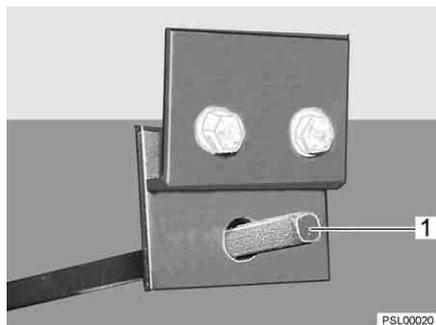

Fig. 47 Comando del rubinetto di scolo
- Inserire la chiave sul perno quadro (Fig. 47,1).